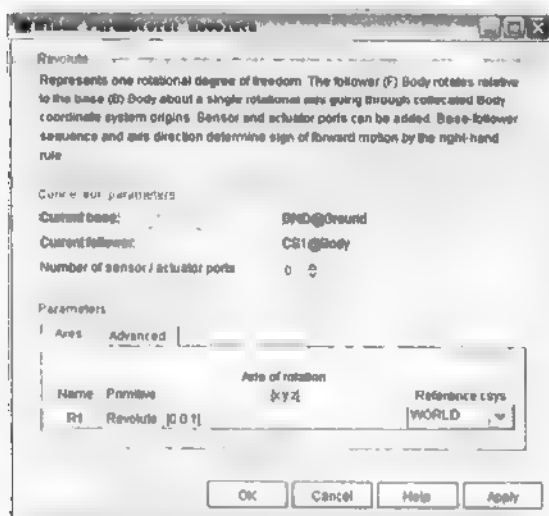

图 17.20 Revolute 模块参数对话框
(4) 打开 Revolute 参数对话框，对 Parameters 选项组中的 Axes 选项卡进行设置，使得旋转轴为 World 坐标系统的 Z 轴，如图 17.20 所示。